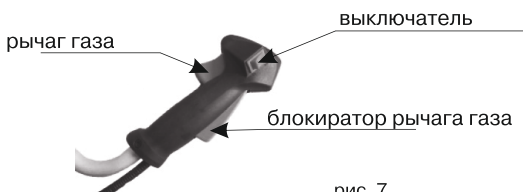

рис. 7
3. Нажмите на рычаг газа (рис.7), зажав блокиратор и плавно переведите выключатель в положение «I». После этого рычаг газа зафиксируется.
2. Переведите кнопку включения (Рис. 7) в положение остановки («0»).